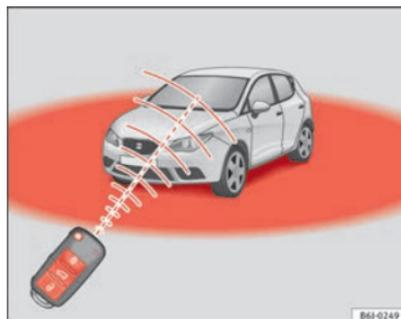

Fig. 47 Périmètre d'action de la radiocommande
D'autre part, le témoin de la pile de la clé  $\Rightarrow$  fig. 47, clignotera.
- La radiocommande fonctionne uniquement lorsque vous vous trouvez dans son périmètre d'action ⇒ fig. 47.